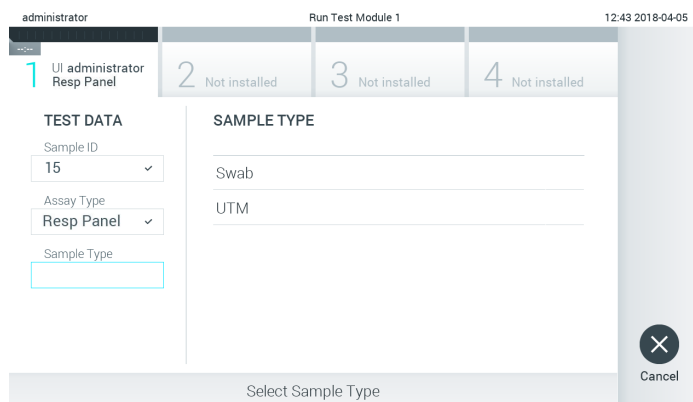

Figura 75. Selectarea tipului probei.
5. Câmpul **Assay Type** (Tip test) va fi introdus automat și, dacă este necesar, un **Sample Type** (Tip de probă) corespunzător trebuie selectat manual din listă (Figura 75).